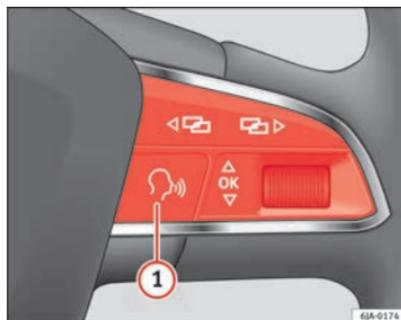

Fig. 41 Volante multifunción: control por voz
Pulsando brevemente la tecla  1 => fig. 41 en el volante multifunción.
Si el sistema está reproduciendo un mensaje, es necesario finalizar el mensaje que se está reproduciendo pulsando brevemente la tecla  1 => fig. 41 del volante multifunción.
- pulsando brevemente la tecla  1 => fig. 41 en el volante multifunción.